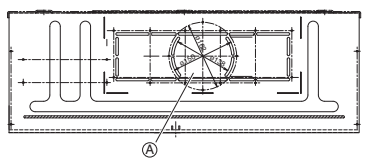

Abb. 3-21
- (4) Wenn für die Anlage eine Frischluftversorgung in die Einheit erforderlich ist, die Isolierung (sowohl extern als auch intern) an der in (A) Abb. 3-21 gezeigten Stelle abschneiden und entfernen.